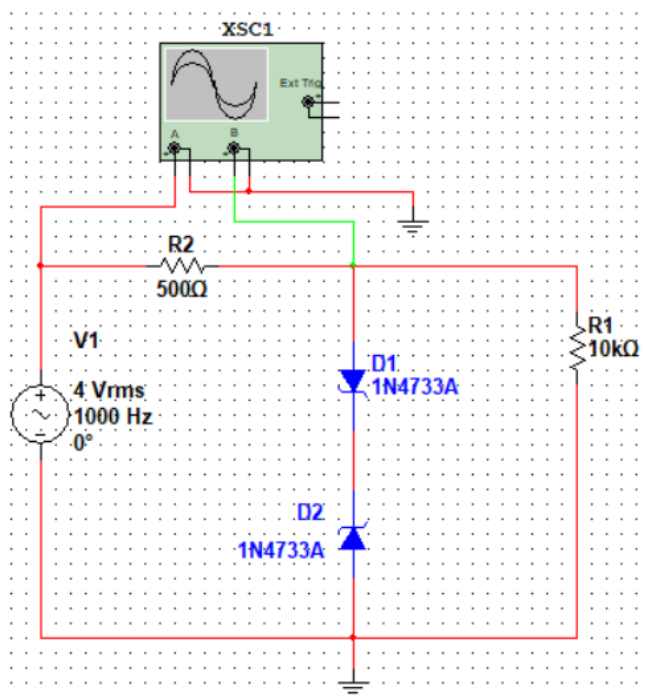

Рисунок 4.20
8. Побудувати та вивчити призначення всіх елементів схеми (рис. 4.20). Напряга джерела сигналу повинна дорівнювати 4В.